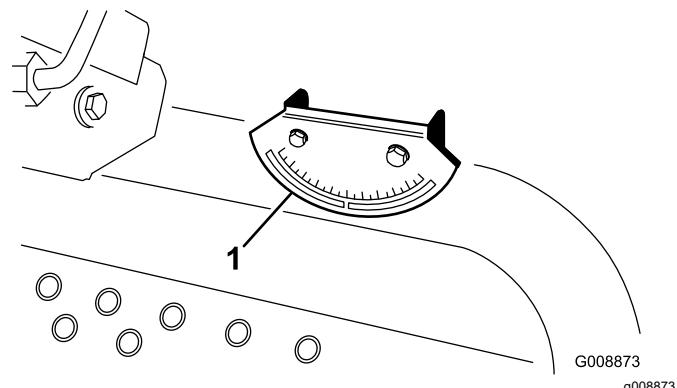

Figura 7
- Controllate l'indicatore di pendenza montato sul tubo di sterzo della macchina (Figura 7).